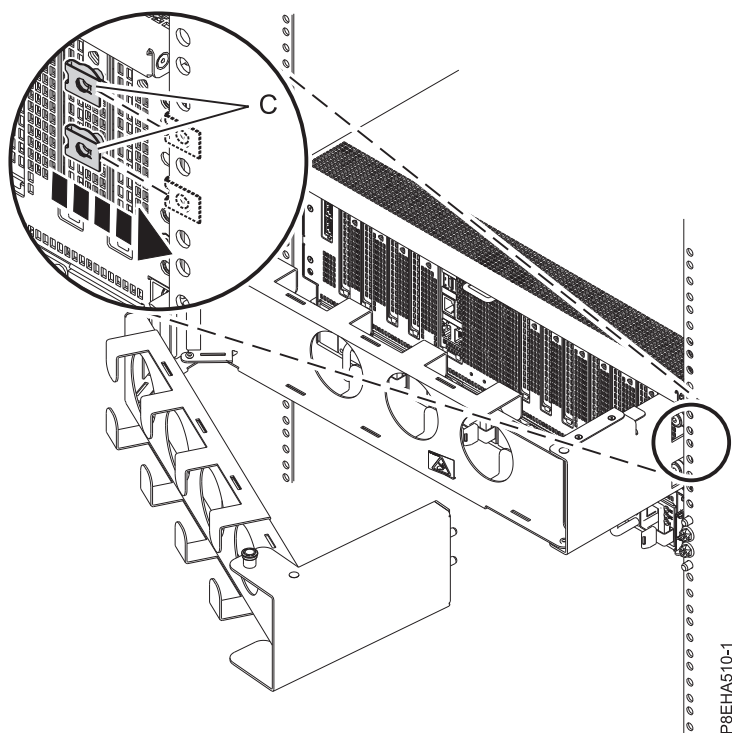

Abbildung 18. Klemmmuttern an der Rackschiene befestigen
2. Schieben Sie den Systemeinschub nach vorne, sodass Sie auf den Rahmen zugreifen können. Befestigen Sie zwei Klemmmuttern (C) an der Rackschiene an der Position, an der Sie die Außenplatte an der Schiene befestigen werden, wie in Abb. 18 gezeigt.